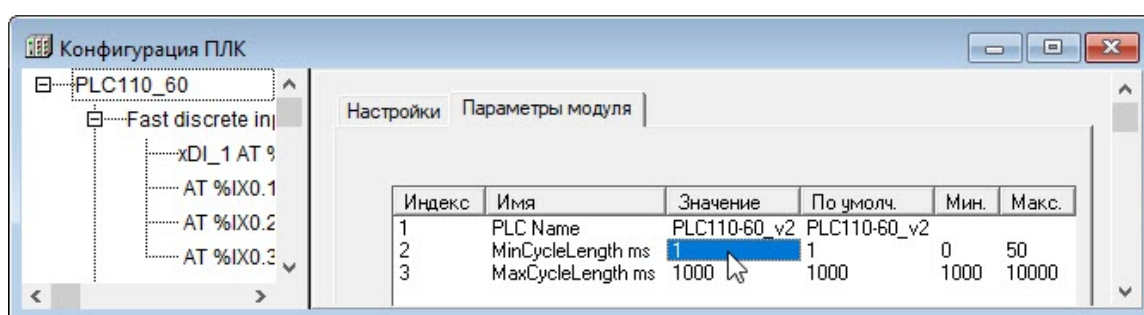

Рисунок 10.10 – Задание минимального значения цикла работы ПЛК
1. В дереве окна «Конфигурация ПЛК» выделить корневой элемент (например, «PLC110-60», см. рисунок 10.10).